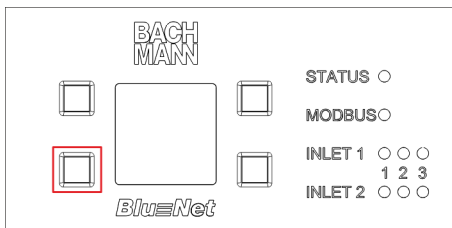

Abb. 84: Display mit Bedientasten
**2.** Taste unten links für zwei Sekunden drücken und wieder loslassen (Abb. 84/rote Markierung).